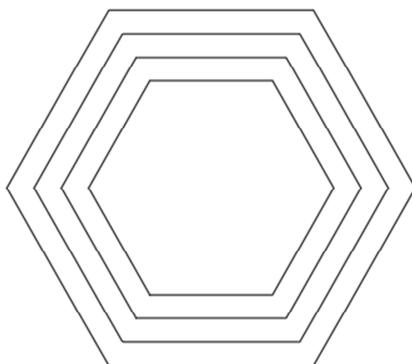

Рис. 3.6
6. Скопировать построенный ранее шестиугольник и командой «СМЕСТИТЬ» сделать несколько подобных фигур с расстоянием 10 мм (рис. 3.6).